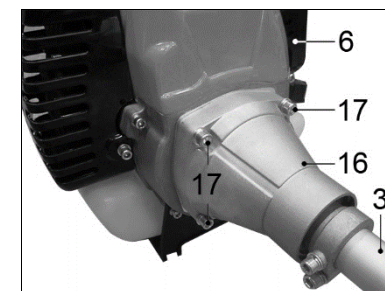

Рисунок 6.
6.3. Установка двигателя на штангу (Рис. 6)